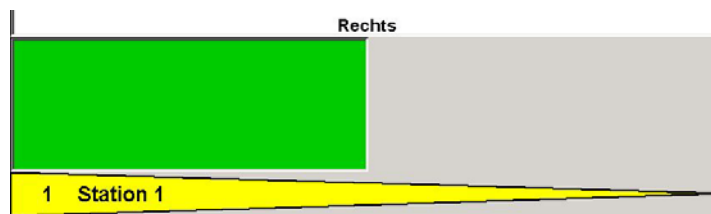

Abbildung 73: Beispiel – für eine gesperrte Fläche
- ➔ Klicken Sie mit der linken Maustaste in das Feld und markieren die Zahl. Tippen Sie danach den Betrag für die Sperrung ein. Im Beispiel sind es 4 Meter, die auf der rechten Seite der Station gesperrt sind. Die graue Fläche zeigt den gesperrten Bereich an. Siehe auch: Abbildung 73.